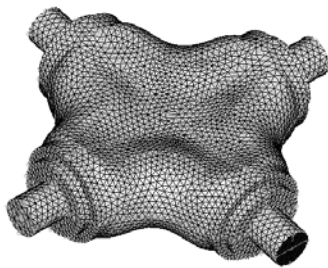

图 5-192 在面上生成网格
- (1) 在 ModelBrowser 中, 打开 Component 并右击, 同时选择 show 选项。
- (2) 选择 Mesh > Surface Mesh 2D > Automesh 命令。
- (3) 单击 size and bias 子面板。
- (4) 设置 element size=5.0。
- (5) 单击设置 mesh type 切换按钮为 trias。
- (6) 确认 size 和 skew 复选框都被选中。
- (7) 确认切换按钮设置在 elems to surf comp 和 first order。
- (8) 单击黄色的 surfs 按钮并选择 all。
- (9) 单击 mesh 按钮, 生成的网格如图 5-192 所示。
- (10) 单击两次 return 按钮关闭面板。